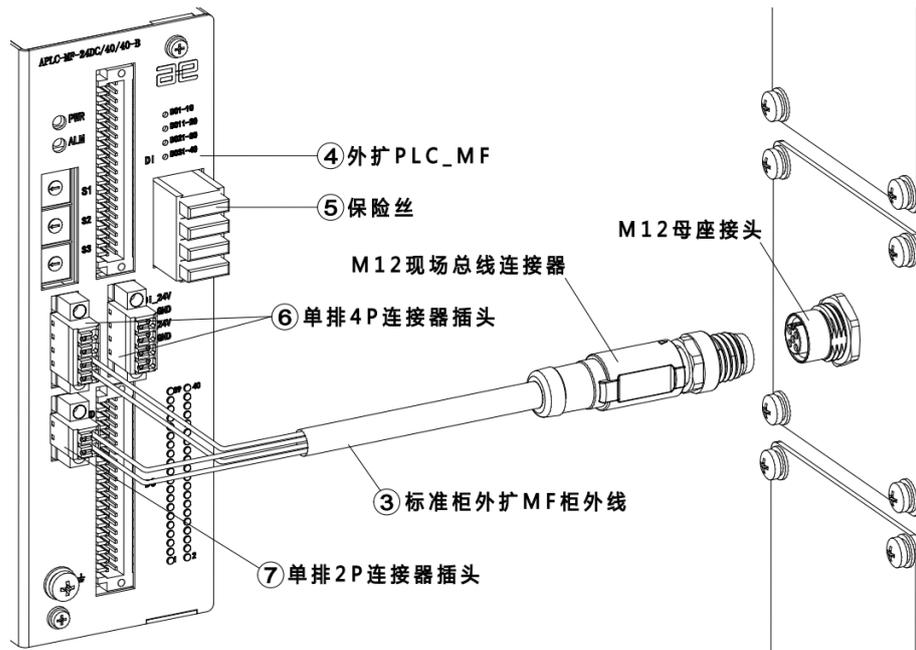

图 20-10 连接外扩 PLC_MF 示意图
步骤4. 将③标准柜外扩 MF 柜外线带有 M12 连接器的一端按照三角定位标识接在柜体的 M12 母座接头上, 另一端接在④外扩 PLC_MF 的电源接口 (⑦单排 2P 连接器插头) 与 485 接口 (⑥单排 4P 连接器插头) 上, 参考图 20-10。